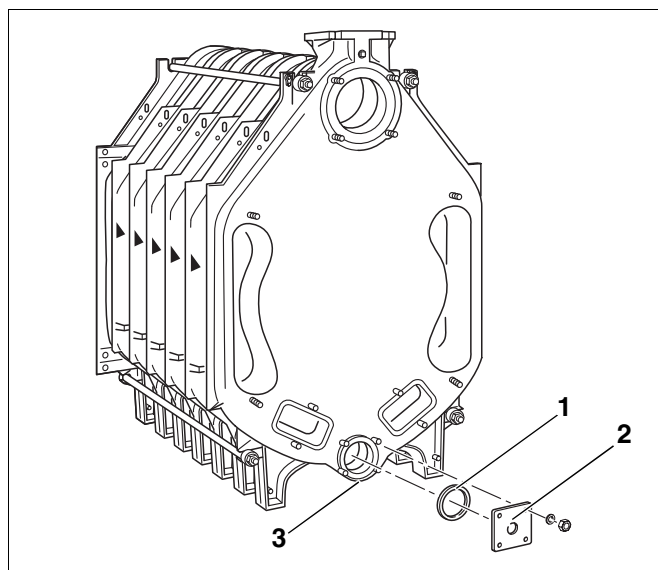

Fig. 26 Montarea flanșei
- Se astupă alezajul inferior (fig. 26, **poz. 3**) din față și din spate. Pentru aceasta se așează câte o garnitură de etanșare corespunzătoare (fig. 26, **poz. 1**) pe fiecare alezaj și se aplică prin înșurubare câte o flanșă oarbă cu lungimea muchiei de 110 mm. Flanșa cu orificiul filetat ($R \frac{3}{4}$) destinată racordului de umplere și golire (fig. 26, **poz. 2**) se montează în spatele cazanului.